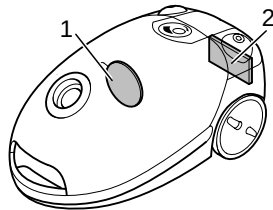

Abb. 21
- **Motorschutzfilter:** hinter dem Staubbeutel (Abb. 21/1).
- **Ausblasfilter:** an der Rückseite des Geräts (Abb. 21/2).